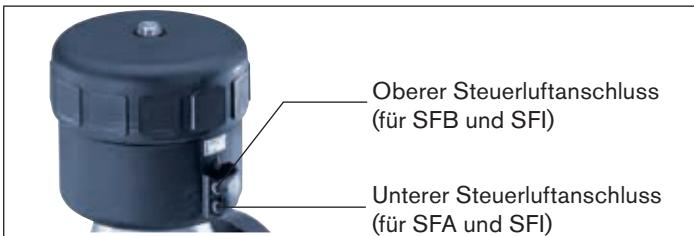

Bild 20: Steuerluftanschluss
- Unterer Steuerluftanschluss mit Druckluft (Wert wie auf dem Typschild angegeben) beaufschlagen (siehe nachfolgendes „Bild 20“).
Antrieb schaltet nicht	Steuerluftanschluss vertauscht* SFA: → Steuerluftanschluss unten anschließen SFB: → Steuerluftanschluss oben anschließen SFI → Steuerluftanschluss oben: Schließen Steuerluftanschluss unten: Öffnen <small>*siehe „Bild 20“</small>